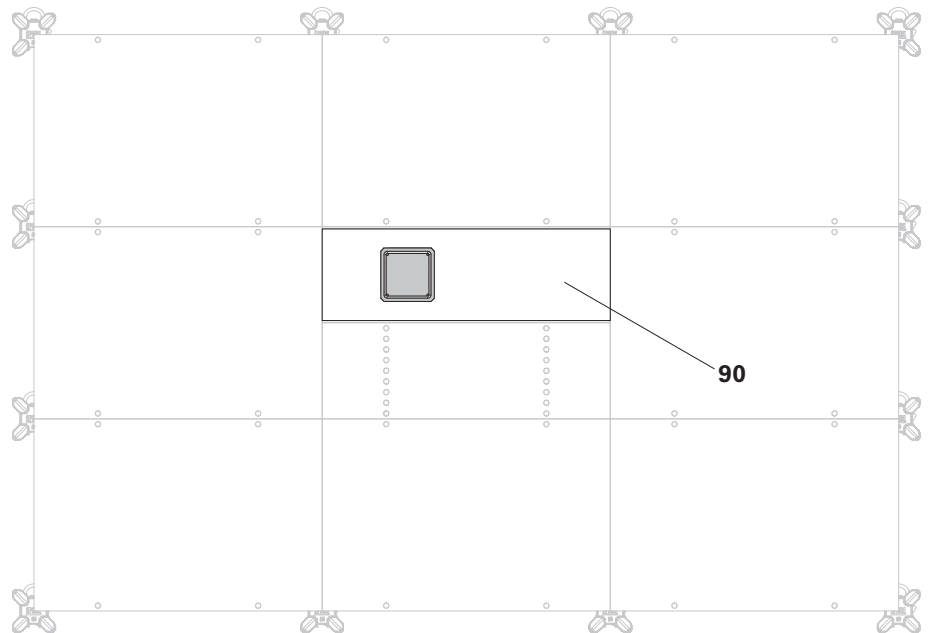

Fig. D3.09
10. Remplir la zone de compensation en continu avec la cale bois de 18 mm (90) et fixer par en-haut sur le madrier à l'aide de clous. (Fig. D3.09)